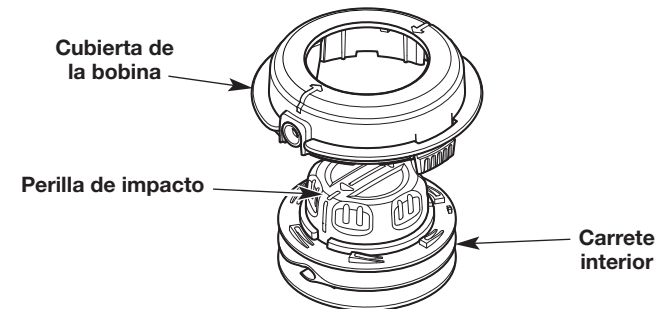

Fig. 10
2. Si es necesario, ensamble el cabezal de impacto: Inserte la perilla de impacto y el carrete interior en la cubierta de la bobina (Fig. 10). Mantenga juntas ambas piezas.